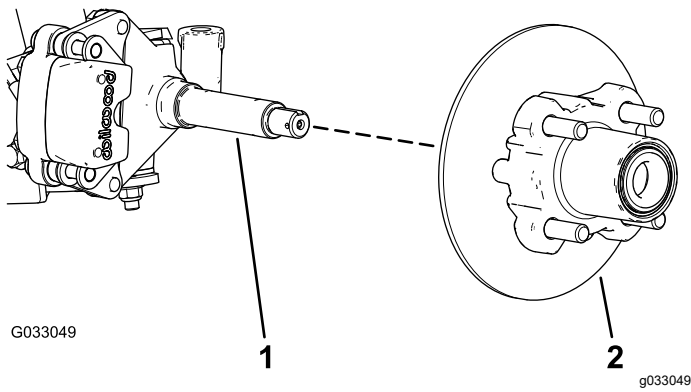

Bild 28
6. Nehmen Sie die Spindel Mutter von der Spindel ab und trennen die Radnabe und den Drehzylinder von der Spindel ab (**Bild 27** und **Bild 28**).